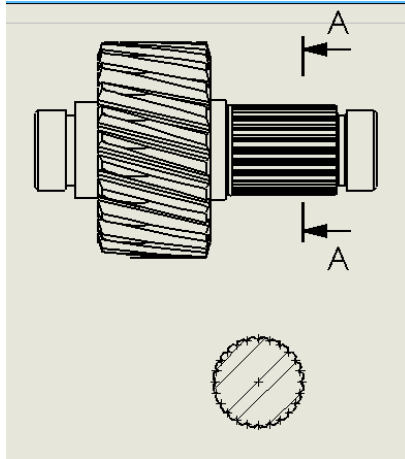

Рис. 8.3.24. Створення розрізу Б-Б
17. Додайте в модель ще один **ВИД МОДЕЛИ (MODEL VIEW)**, але виберіть конфігурацію моделі з повною геометрією профілю. Використовуючи даний вид зробіть розріз Б-Б по меншій шестерні, установіть масштаб 1:1. У параметрах перерізу виберіть **ОТБРАЗИТЬ ТОЛЬКО ПОВЕРХНОСТЬ (ONLY SURFACE)**, щоб отримати лише переріз зубчатої частини вала (рис. 8.3.24).